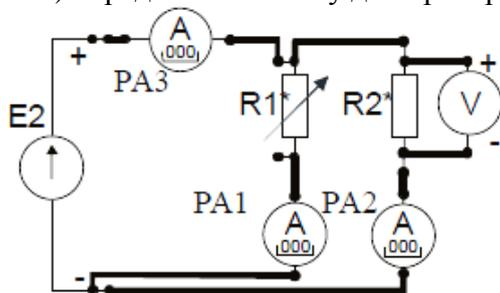

Рисунок 2
3. Собрать электрическую цепь с параллельным соединением резисторов (рис. 2), выбрав элементы цепи и величину напряжения питания в соответствии с заданным вариантом (табл. 2). Представить схему для проверки преподавателю.